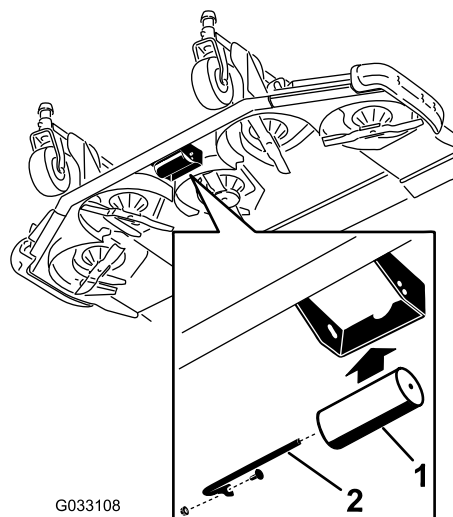

Figura 27
2. Allineate il rullo ai fori superiori e montate l'albero con la vite e il dado (Figura 27).